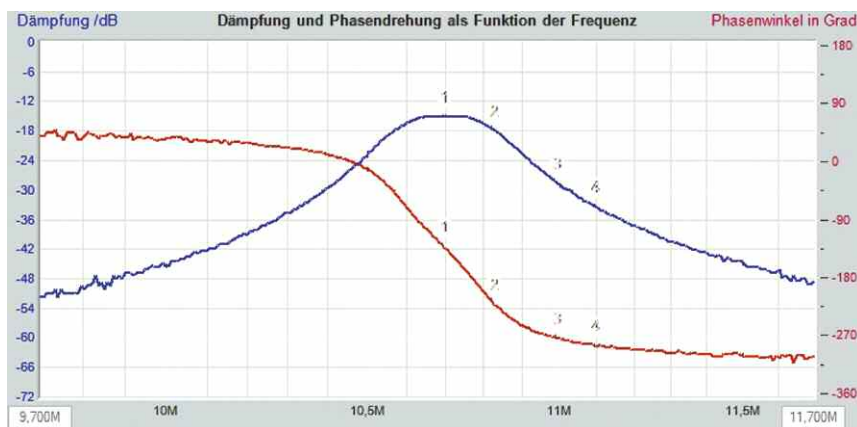

Рис. 20
ПЧ-фильтр настраивают при внешней нагрузке 200 Ом, но лучше бы с рабочим первым каскадом УПЧ. Для лучшего качества звукового сигнала вершина АЧХ должна быть плоской с протяжённостью не менее 200 кГц. Полоса пропускания по уровню -3 дБ — 430 кГц и при отстройке на ± 400 кГц подавление составляет 12 дБ. На рис. 20 показана АЧХ фильтра с наилучшей настройкой, полоса пропускания по уровню -3 дБ — 280 кГц, соседний канал отстройкой $\pm 300(\pm 400)$ кГц подавлен на 14(18) дБ.